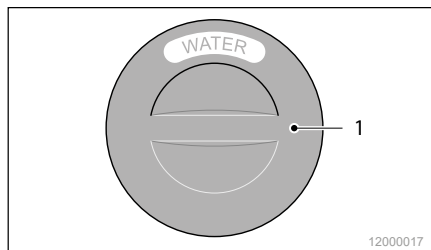

Abb. 28 Einfüllstutzen für Frischwasser
2. Öffnen Sie den Deckel (Abb. 28/1) des Wassertanks an der Trittstufe auf der Beifahrerseite.